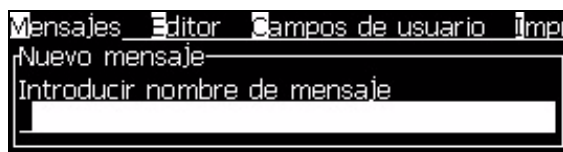

Figura 5-3. Cuadro de diálogo New Message (Nuevo mensaje)
- 2 Seleccione *New Message (Nuevo mensaje)*. Aparecerá el cuadro de diálogo *New Message (Nuevo mensaje)* (consulte Figura 5-3).